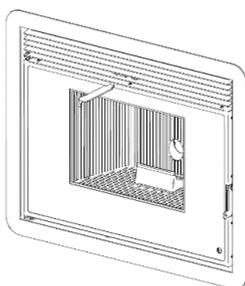

Figure 22 – Ajustement de la distribution d'air chaud
- On peut régler la proportion d'air chaud soufflé vers l'avant, et passant par les tubes d'air canalisé, en utilisant le même accessoire servant à ouvrir la porte ou à déverrouiller l'appareil. Positionner l'accessoire comme montré en Figure 22, on peut voir qu'il y a une pièce qui correspond parfaitement et qui en tournant déplace un déflecteur qui dirige l'air chaud vers l'avant ou les tuyaux d'air. Pour plus de sécurité, il y a toujours une quantité minimum d'air qui sort en façade de l'appareil. Après ajustement de la position, retirer l'accessoire, de sorte qu'il reste froid.